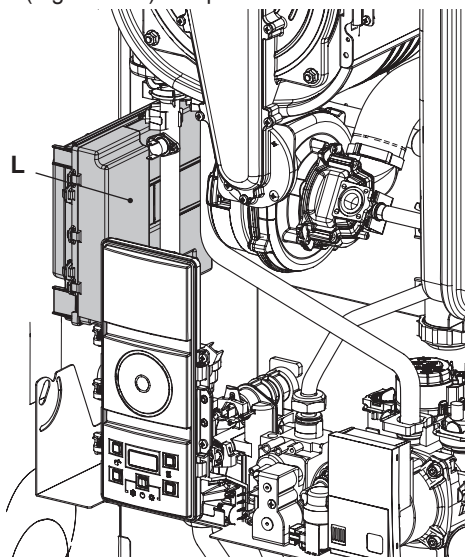

Figura 5.19
- Individuare il coperchio copri morsetteria L (Figura 5.19) ed aprirlo.